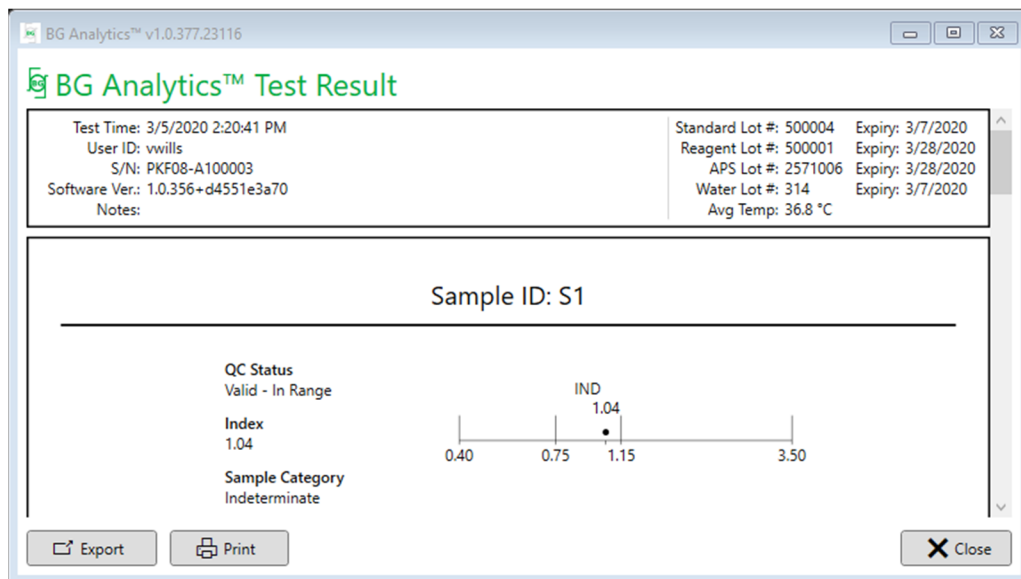

Abbildung 17. BG Analytics®-Testergebnisbericht für Probe P1 mit dem Ergebnis „Ambivalent“
BG Analytics® zeigt den Bericht mit den **Testergebnissen** an. Abbildung 17 zeigt ein Beispiel für einen Bericht
- Indexwerte, die im Bereich zwischen 0,40 und 3,50 liegen, werden in der Grafik hervorgehoben. Der ambivalente Index ist zwischen 0,75 and 1,15 festgelegt. Ein Beispiel für eine Probe mit gültigem QC-Status und ambivalentem Indexwert ist in Abbildung 17 dargestellt.